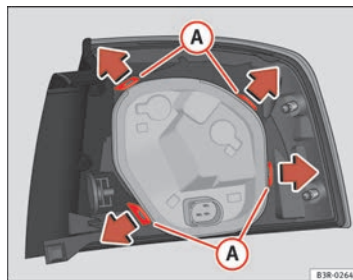

Fig. 226 Languettes de fixation au dos du feu arrière
- Déverrouillez les languettes de fixation ① ⇒ fig. 226.
- Retirez le support d'ampoules dans le sens de la flèche ②.